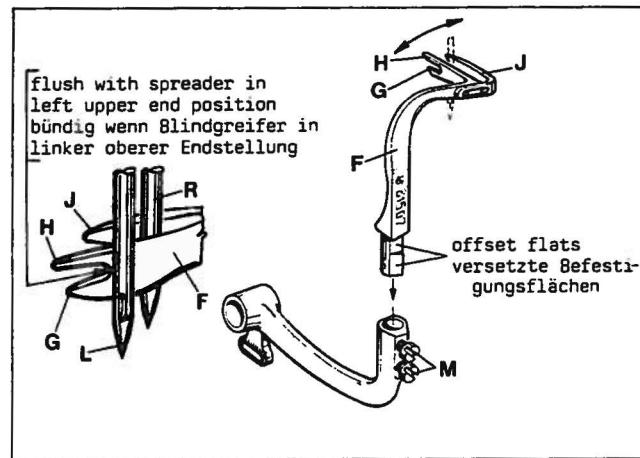
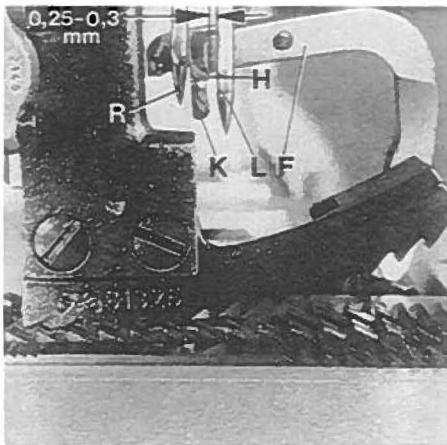

Fig.6
Fig.7
Before inserting a new spreader (F, Fig. 6) remove thread hook (J). This facilitates the visual check of the adjustment.
For adjustment of spreader (F, Figs. 6 and 7) with respect to the needles (L and R), the shank of spreader (F) has two offset flats.
First snug one screw (M, Fig. 6) on the flat of the spreader shank which obtains the following position of the spreader:
When rotating the handwheel in sewing direction spreader (F, Fig. 7) should pass with the tip of its upper prong (H) in a distance of 0,25 to 0,3 mm (.010 to .012 in.) behind the left needle (L) and its face (K) should not contact the front of the right needle (R). Now tighten the second screw (M, Fig. 6).
In the extreme left upper end position of spreader (F, Fig. 6), the bottom of the cut-out between the two looper prongs (G and H) should be flush with the left side of the left needle (L).
Remount thread hook (J, Fig. 6) on spreader (F).
Bevor Sie einen neuen Blindgreifer (F, Fig. 6) einsetzen entfernen Sie den Fadenhaken (J). Dies erleichtert die visuelle Prüfung der Einstellung.
Zum Einstellen des Blindgreifers (F, Fig. 6 und 7) im Bezug zu den Nadeln (L und R) hat der Schaft des Blindgreifers (F) zwei versetzte Befestigungsflächen.
Legen Sie zuerst eine Schraube (M, Fig. 6) auf der Fläche des Blindgreifers an, mit der Sie folgende Stellung des Blindgreifers erhalten:
Beim Drehen des Handrades in Nährichtung muß der Blindgreifer (F, Fig. 7) mit der Spitze seines oberen Zinkens (H) in einem Abstand von 0,25 bis 0,3 mm hinter der linken Nadel (L) vorbeigehen und darf mit seiner Stirnfläche (K) die Vorderseite der rechten Nadel (R) nicht berühren. Ziehen Sie nun die zweite Schraube (M, Fig. 6) an.
In der äußerst linken oberen Endstellung des Blindgreifers (F, Fig. 6) soll die tiefste Stelle des Einschnittes zwischen den beiden Greiferzinken (G und H) mit der linken Seite der linken Nadel (L) bündig sein.
Montieren Sie den Fadenhaken (J, Fig. 6) wieder an den Blindgreifer (F).